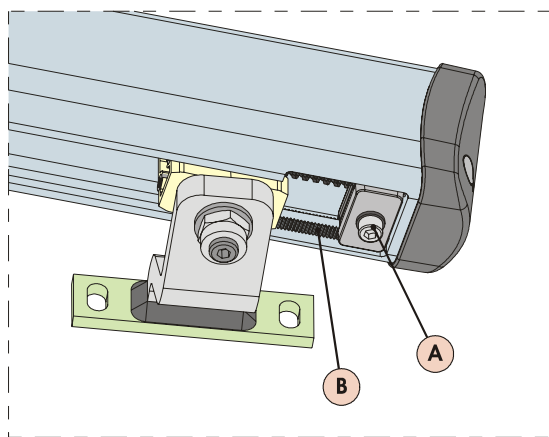

Fig. 19
- 3) Haal de bevestigingsschroef, fig. 19 ref. A los. Het is niet nodig de schroef helemaal te verwijderen.
LET OP: de mechanische aanslag werkt gekoppeld aan een tandsector, fig. 19 ref. B. Als er problemen zijn bij de verplaatsing, moet worden gecontroleerd of de aankoppeling in orde is. NIET FORCEREN.